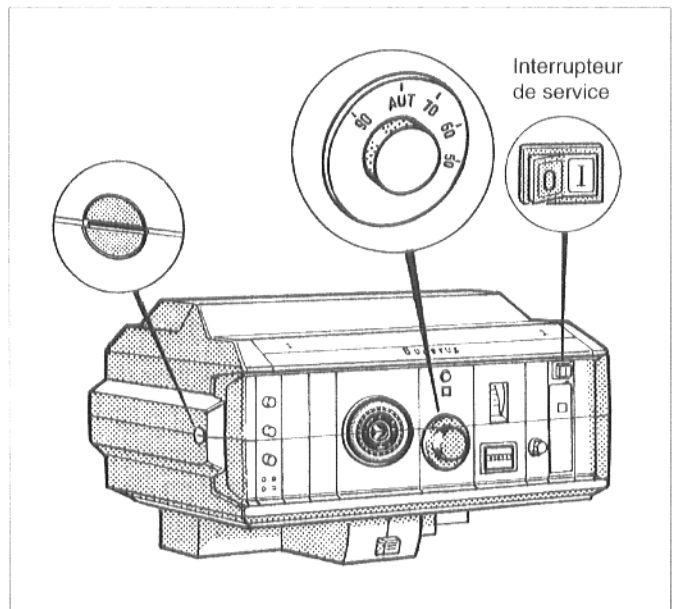

Fig. 3
- Mettre la fente de la vis du couvercle transparent de l'appareil de régulation (fig. 3) en position horizontale, à l'aide d'une pièce de monnaie par ex. Retirer le couvercle en le tirant vers l'avant.
- Mettre l'interrupteur de service (fig. 3) en position 0.
- Mettre l'interrupteur de service (fig. 3) en position I.
- Régler l'aquastat chaudière (fig. 3) sur la température souhaitée, sur AUT pour les régulations "Ecomatic".